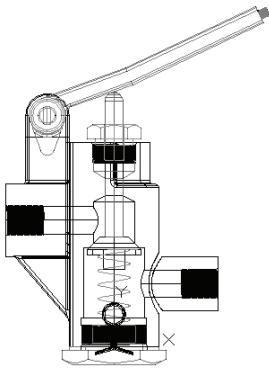

图 11-196 复制销后的图形
3) 复制销：选择菜单栏中的“编辑”→“带基点复制”命令，选取基点为(0,0,0)，将“销”图形复制到“手压阀装配图”的前视图中，指定的插入点为(0,0,0)，如图11-196所示。